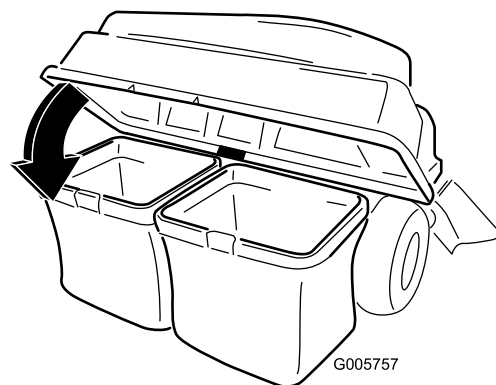

Figure 10
3. Abaissez le couvercle du dispositif de ramassage sur le bac (Figure 10).